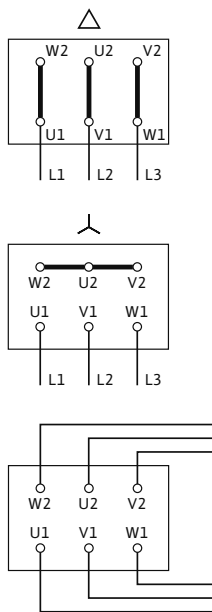

Fig. 17: Napięcie zasilania
Schemat przyłączeniowy przyłącza elektrycznego znajduje się na skrzynce zaciskowej (patrz również Fig. 17).
- Napięcie zasilania jest zależne od mocy silnika P2, od napięcia sieciowego i od sposobu załączania. Sposób wymaganego połączenia mostków łączących w skrzynce zaciskowej został opisany w poniższym wykazie „Tab. 4: Przyporządkowanie zacisków” na stronie 74 i na Fig. 17.